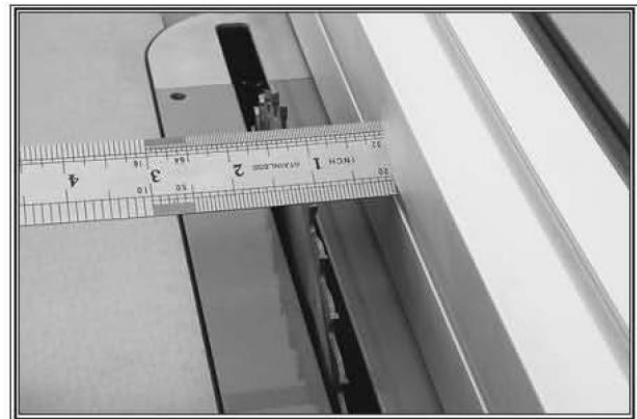

Рисунок 30. Проверка калибровки шкалы параллельного упора
24. Проверьте калибровку шкалы параллельного упора, переместив параллельный упор на отметку 1" на шкале и измерив расстояние между зубом диска (см. рисунок 30) и упором.